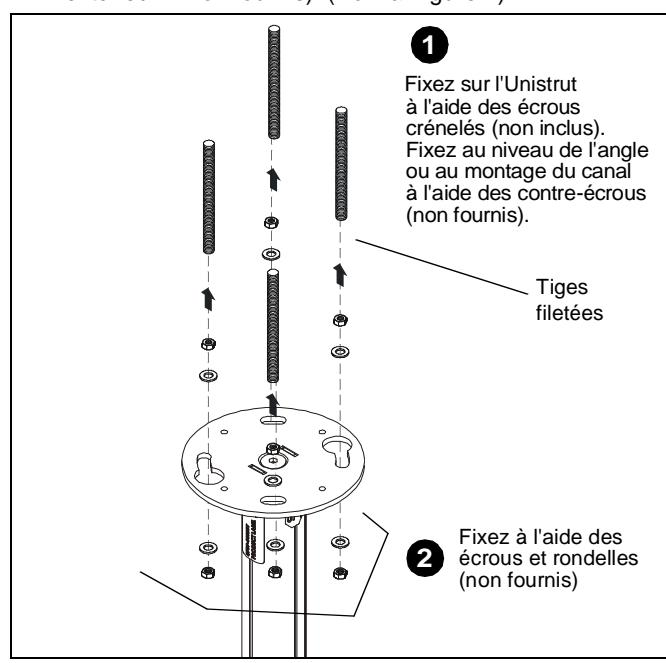

Figure 7
- Arrimez les tiges filetées au support CPA à l'aide des contre-écrous (non fournis) de 9,5 mm (3/8") et des rondelles (un de chaque à l'intérieur et un de chaque à l'extérieur -- non fournis). (Voir la Figure 7)